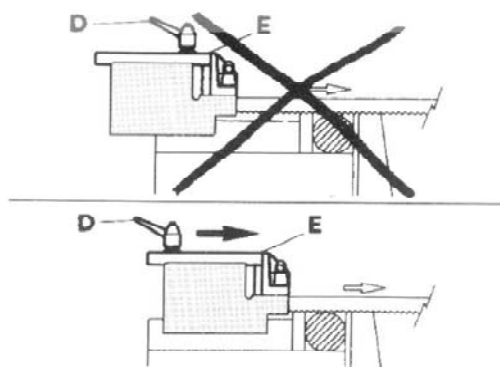

Fig.2
Din kapmaskin är utrustad med en ledanordning (E) med inbyggt skydd. Anordningen leder den del av bladet som utför kapningen och skyddar samtidigt den del av bladet som inte används. För att ställa in det här lösgör du handtaget (D) något och flyttar ledanordningen (E) antingen närmare eller längre ifrån det material som ska kapas (visas tydligt i fig. 2).
- Lossa på handtaget D (fig. 2) och för bladets ledanordning E så långt som möjligt i pilens riktning, fig. 2.